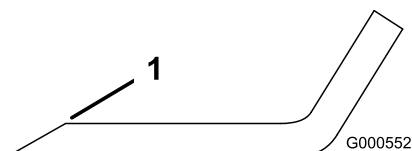
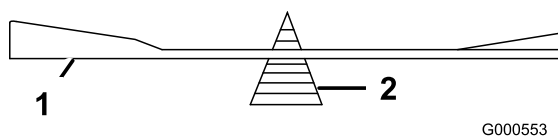

Figura 50
Figura 51
- Utilice una lima para afilar el filo de corte en ambos extremos de la cuchilla (Figura 50). Mantenga el ángulo original. La cuchilla permanece equilibrada si se retira la misma cantidad de material de ambos bordes de corte.
- Verifique el equilibrio de la cuchilla colocándola sobre un equilibrador de cuchillas (Figura 51). Si la cuchilla se mantiene horizontal, está equilibrada y puede utilizarse. Si la cuchilla no está equilibrada, rebaje algo el metal en la parte de la vela solamente (Figura 50). Repita este procedimiento hasta que la cuchilla esté equilibrada.